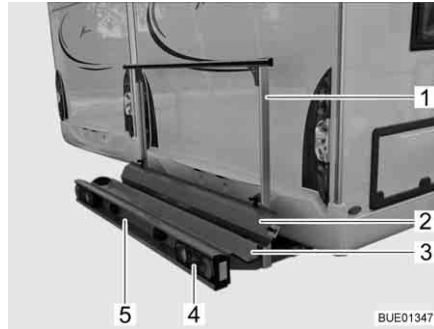
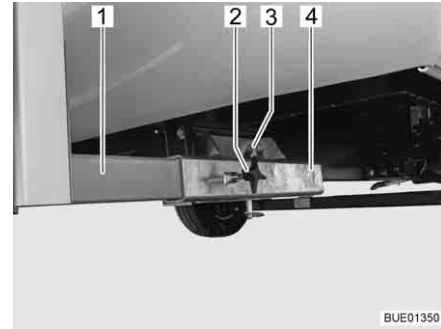

Fig. 8 Soporte para cargas
Fig. 9 Dispositivo de fijación en el vehículo
El soporte para cargas (Fig. 8) permite llevar una motocicleta o un escúter con un peso de hasta 130 kg.
- Cubeta portadora (Fig. 8,3) y estribo de sujeción (Fig. 8,1) con dispositivo de fijación en el vehículo (Fig. 9)
- Luces traseras (Fig. 8,4)
- Luz de matrícula (Fig. 8,5)
- Riel de subida (Fig. 8,2)
Los dos soportes longitudinales (Fig. 9,1) del soporte para cargas están fijados con tornillos de torniquete (Fig. 9,2) en los alojamientos cuadrados (Fig. 9,4) en el piso del vehículo. El soporte para cargas está asegurado mediante un perno (Fig. 9,3) con anillo de retención.